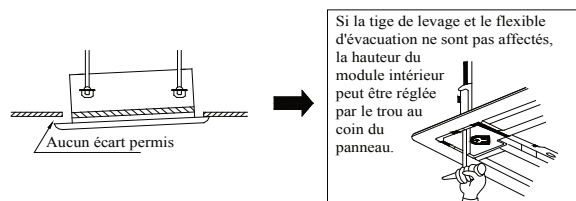

Figure 70 – Vissage non adéquat
- S'il existe toujours un écart entre le plafond et le panneau décoratif après le serrage des vis, réglez la hauteur du module intérieur (consultez la figure 70).